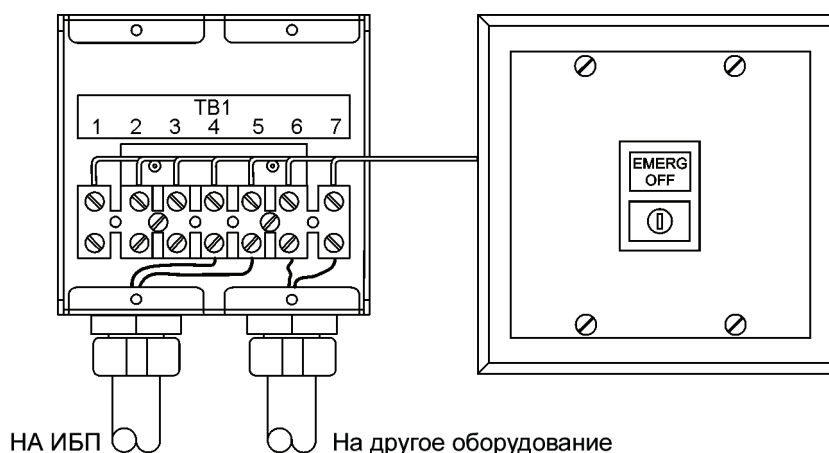

Рис. 4-13. Удаленный выключатель EPO
Удаленный выключатель EPO используется при аварийных ситуациях для дистанционного выключения ИБП и питания критической нагрузки. Удаленный выключатель EPO показан на Рис. 4-13.
15. Если необходимо, подключите проводку удаленного выключателя ЕРО к выключающей цепи защитных устройств. Нормально-разомкнутый (НР) контакт находится между клеммами 6 и 7 удаленного выключателя ЕРО (где применимо), как показано на Рис. 4-13. Проводка удаленного выключателя ЕРО должна подключаться согласно электротехническим правилам и нормам.